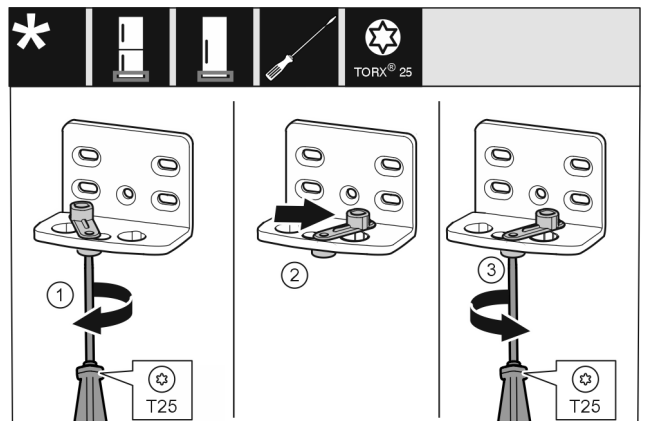

Fig. 11
- Lironi plotësisht vidën me një kaçavidë T25. Fig. 11 (1)
- Ngrini lart ndihmën e mbylljes së derës dhe rrotullojeni brenda vrimës me 90° nga e djathta. Fig. 11 (2)
- Mbërtheni fort vidën me kaçavidën T25. Fig. 11 (3)